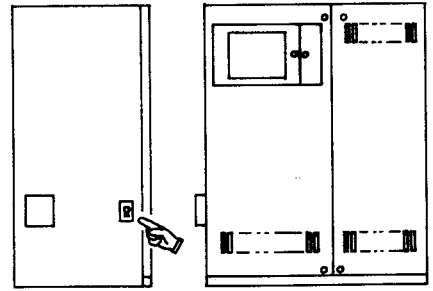

図2-6 NC電源ブレーカ
(2) 電源投入方法
- ① レーザ加工機配電盤用電源を“入”れる。
- ② レーザ加工機電源盤ブレーカを“ON”にする。
- ③ NC電源ブレーカを“ON”にする。(図2-6)